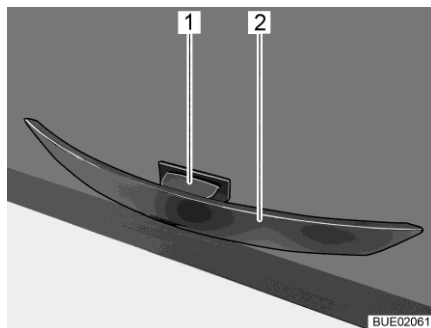

Fig. 88 Maniglia con tasto di sblocco
- Premere e tenere premuto il tasto di sblocco (Fig. 88,1).
- Tirare la maniglia (Fig. 88,2) finché lo sportello del mobile non si apre.